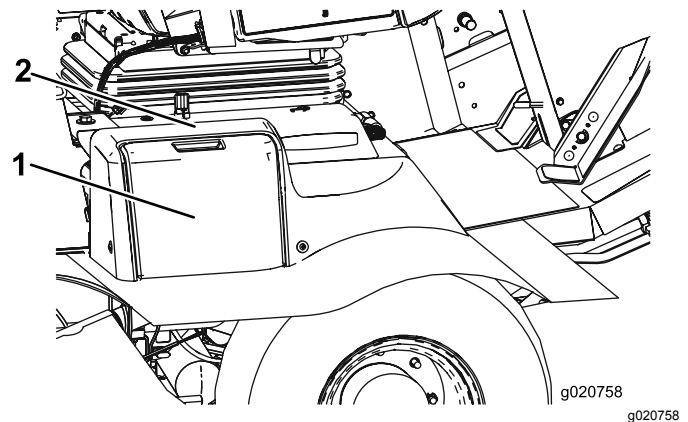

Figura 81
1. Aprite il coperchio della batteria (Figura 81). sul lato della copertura.
Nota: Premete sulla superficie piatta sopra il coperchio della batteria per facilitare la rimozione del coperchio (Figura 81).